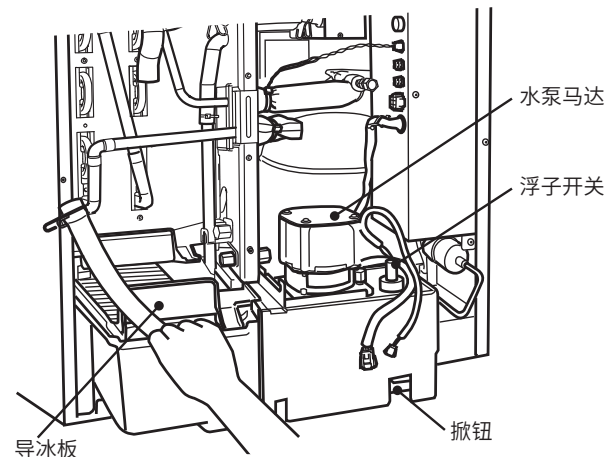

图 4
5) 将水箱、导冰板、水泵马达托架、水泵马达和浮子开关一 同拉出。请参见图4